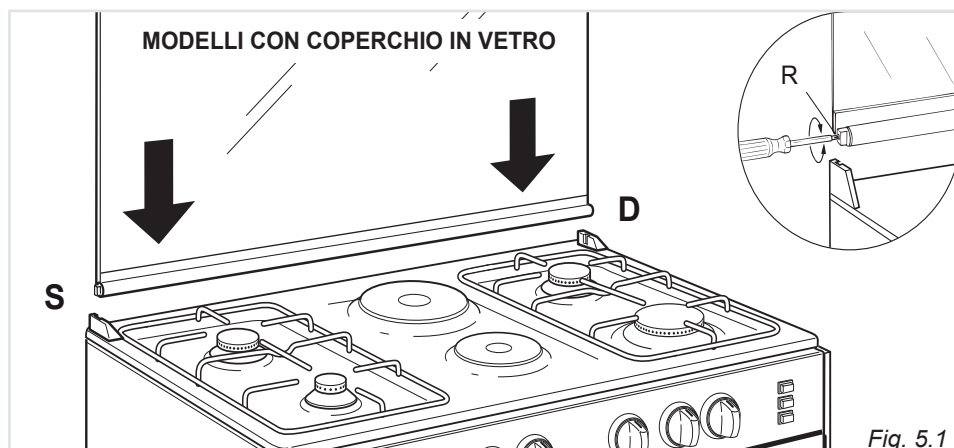

Fig. 5.1
- nella sede destra deve essere montata la cerniera con la stampigliatura "D" mentre nella sede sinistra la cerniera con la stampigliatura "S" (fig. 5.1).
Eventualmente registrare la taratura delle molle delle cerniere ruotando le viti "R" in senso orario (fig. 5.1).